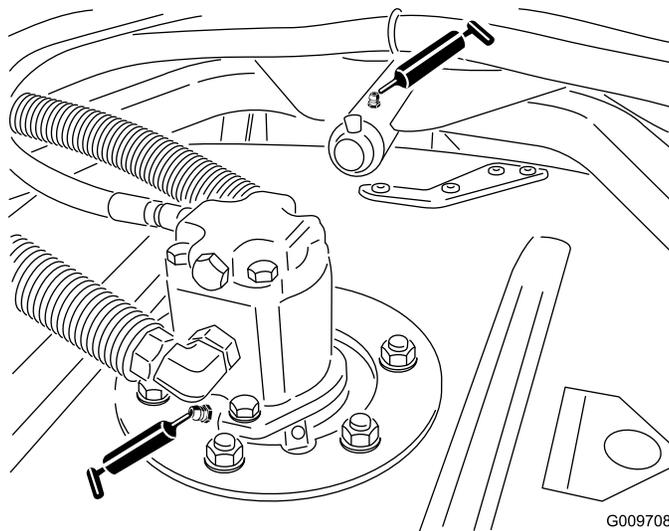

Figura 52
- Rolamentos do eixo da unidade de corte (2 por cada unidade de corte) (Figura 52)
- Casquilhos do braço de suporte da unidade de corte (1 por cada unidade de corte) (Figura 52)